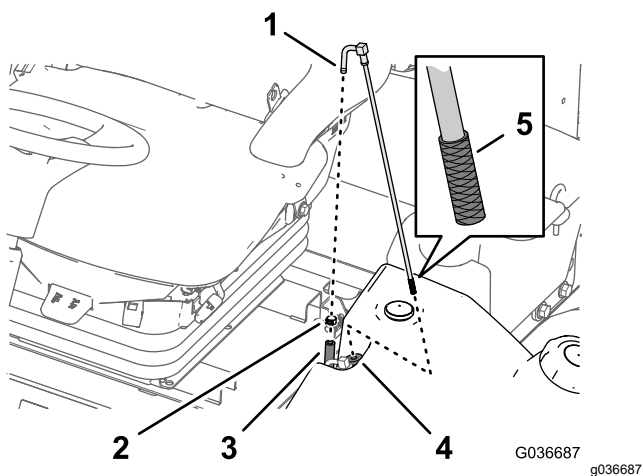

图 56
1. 取下将供油软管固定至燃油集油管接头的软管夹图 56。
2. 从接头上分开软管图 56。
3. 将燃油集油管从油箱中提起图 56。
4. 清洁燃油集油管端部滤网上的任何杂物图 56。
5. 先将燃油集油管插入橡胶轴套然后再插入油箱图 56。